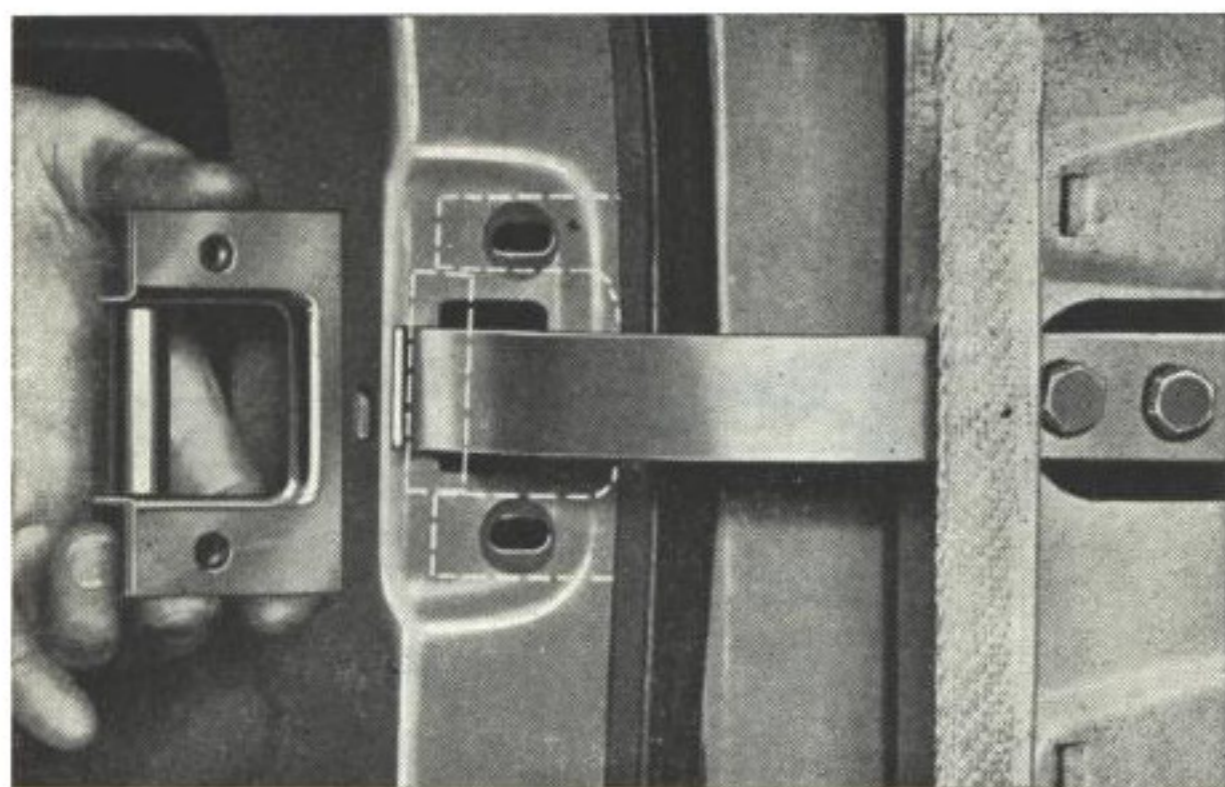

Bild 14. Dörrstoppare
1. Lossa dörrstopparen, bild 14. Fastsättningskruven för denna är åtkomlig sedan sidopappen på karossen demonterats. Dörrstopparen kan även lossas i dörren genom att löprullen skruvas loss och hakas utav. För att komma åt löprullen måste dörrklädseln demonteras, se härom under: "Demontering av dörrhandtag och klädsel".